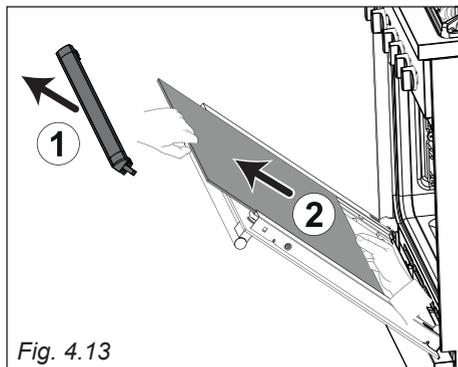
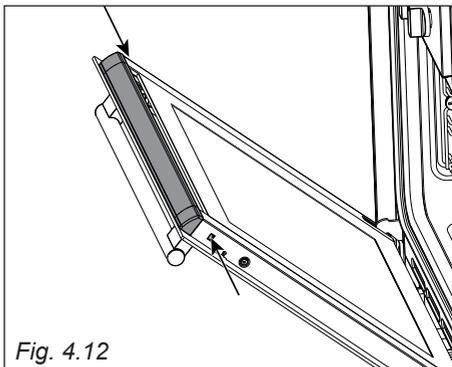

Fig. 4.13
Fig. 4.12
- Premere sulle due alette per sganciare il profilo superiore (frecche di fig. 4.12), quindi rimuoverlo delicatamente (freccia 1 di fig. 4.13).
- Sfilare delicatamente il vetro interno (freccia 2 di fig. 4.13).